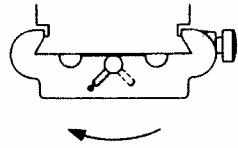

Fig. 1
3. **Inversion de la pression de contact!** Amener l'inverseur sur son point repère (voir figure 1).